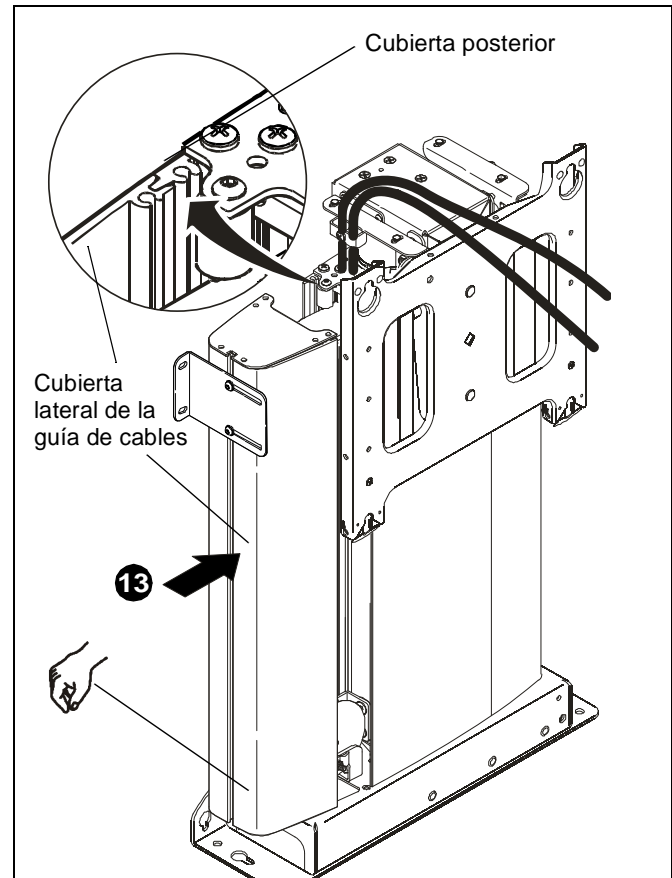

Figura 12
13. Coloque la cubierta lateral sobre la guía de cables de modo que el labio de la cubierta posterior encaje por completo en la ranura de la cubierta lateral de la guía de cables. (Consulte la Figura 12).